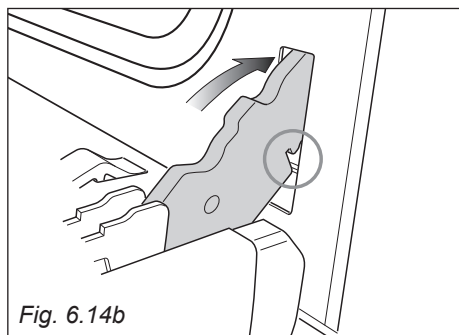

Fig. 6.14b
2. Inserire i ganci delle cerniere (destra e sinistra) nel loro alloggiamento; assicurarsi che l'incavo entri nell'apposito alloggiamento (fig. 6.14b).